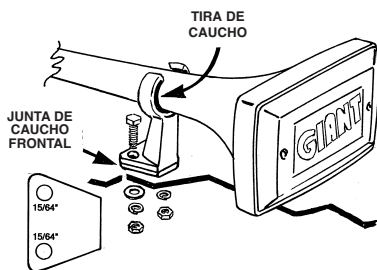

Fig. 2
2. Asegure el claxon al vehículo usando los artículos de ferretería proveídos. Apriete los tornillos uniformemente para prevenir daños al claxon. Vea fig. 2.